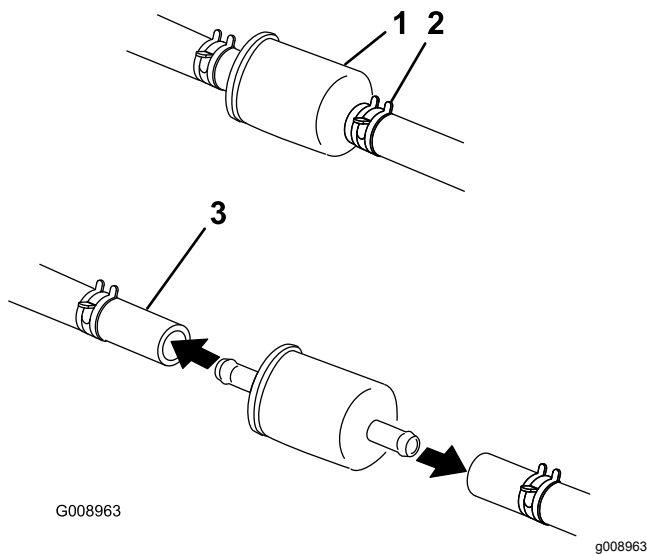

Figura 71
5. Cambie el filtro de combustible (Figura 71).